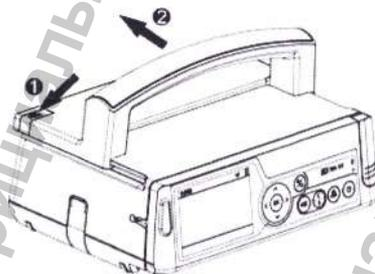

Рис. 11. Снятие ручки для переноски.
Для снятия ручки для переноски переместите фиксатор (1) в направлении стрелки, затем сдвиньте ручку назад (2), как показано на рис. 11.